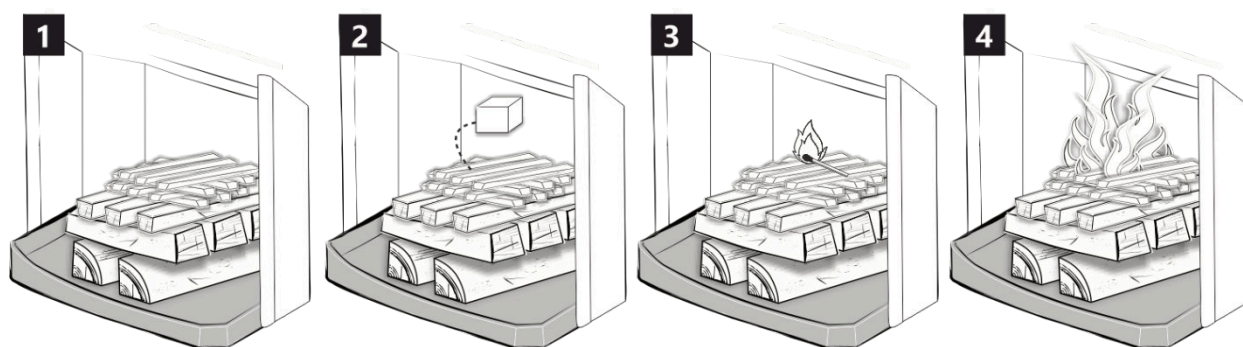

Abb. 3 – Holzaufgabe zum Anheizen
- Stapeln Sie zum Anheizen das Holz gemäß der Abbildung und legen Sie einen handelsüblichen Anzünder zwischen die Späne (Anzündwolle, Kaminanzünder, ...), zünden Sie das Holz an und schließen Sie die Tür – Abb. 3.